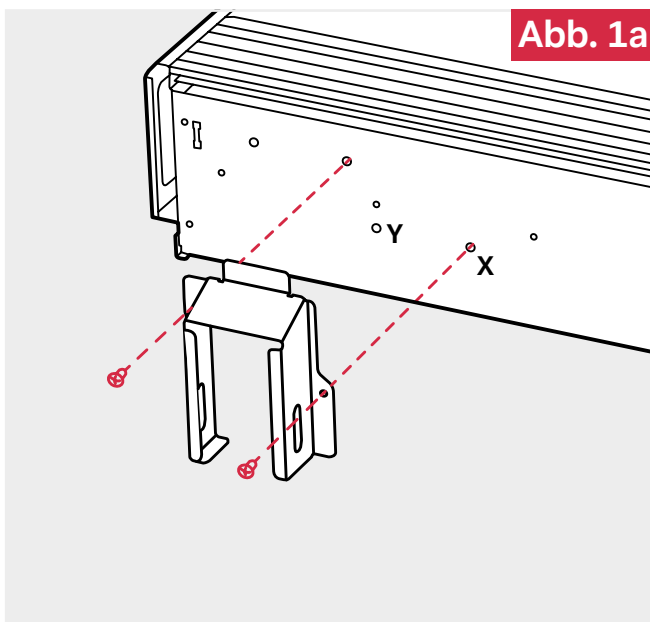

Abb. 1a
2. Die Füße sind in der Standardposition montiert (**X-Position**) montiert und können gegebenenfalls in die äußere Position (**Y-Position**) versetzt werden. (**Abb. 1a** und **Abb. 1b**). Bitte beachten: Je nach Bodenbeschaffenheit kann es erforderlich sein, die Füße neu zu positionieren (z. B. beim Austausch einer Anlage).